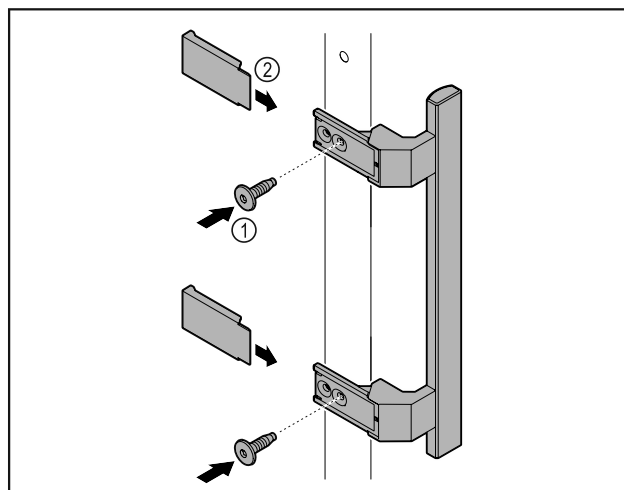

Fig. 7
- Zamontować uchwyt z dodatkowego opakowania na drzwiach przy użyciu dotychczasowych śrub Fig. 7 (1).
- Założyć osłonę Fig. 7 (2).